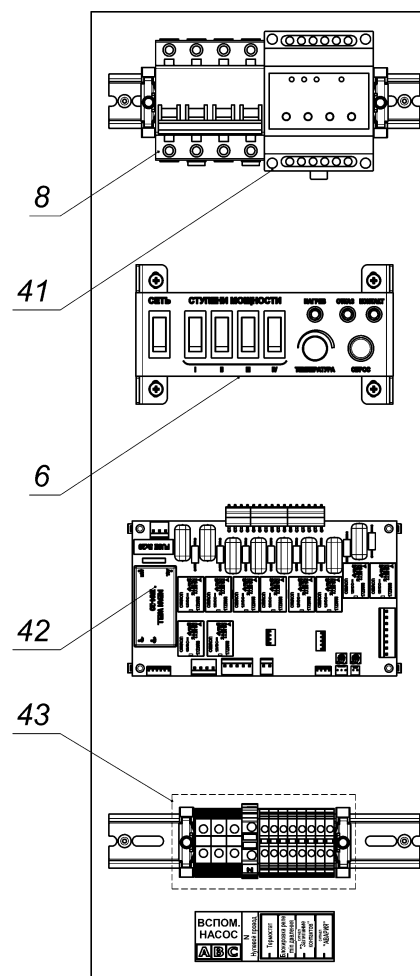

Рисунок 4.
5.14 На панели управления (рис. 4) расположены:
- автоматический выключатель вспомогательного насоса **QF** (8);
- переключатель фаз (41);
- клавиши управления и индикации (6);
- плата управления (42);
- группа клеммных колодок (43).